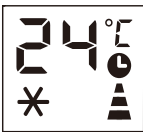

Fig. 5
- Cuando el aparato esté en marcha, presione el botón ☰, la pantalla mostrará las horas, y varios iconos parpadeando juntos. (Fig. 5)